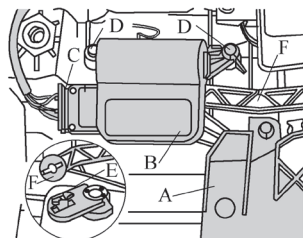

图 5-35 拆下左侧温度翻板伺服电动机
5) 如图 5-35 所示, 如有必要, 标记连接左侧温度翻板伺服电动机 V158 的插头 C (避免与其他结构相同的插头混淆)。